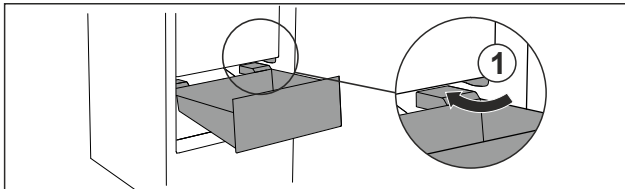

Fig. 60
- Schubfach schräg um die Stopper Fig. 60 (1) herumführen.